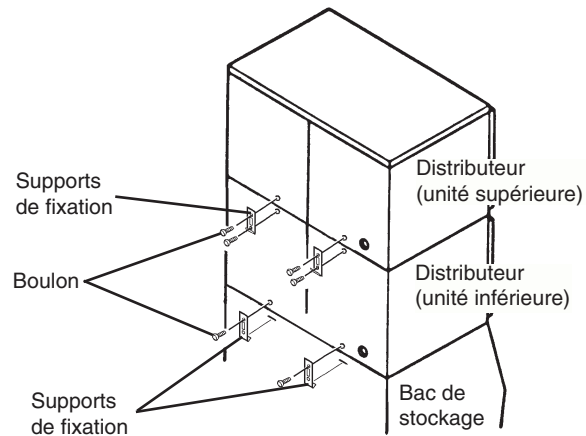

Fig. 4
5. EMPILAGE DE DEUX MACHINES À GLACE - Voir fig. 4 et 5